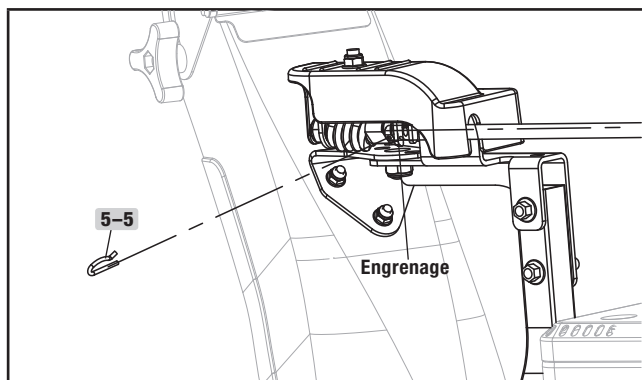

Figure 10B
2. Réglez le trou fixe du levier et de l'engrenage, puis effectuez le lien avec la goupille R (5-5) (figure 10B).